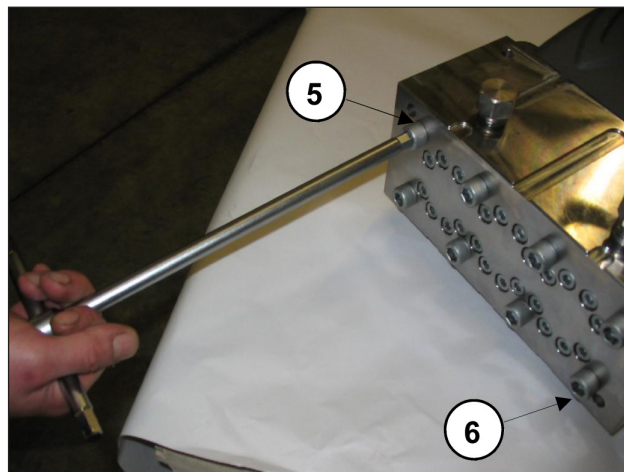
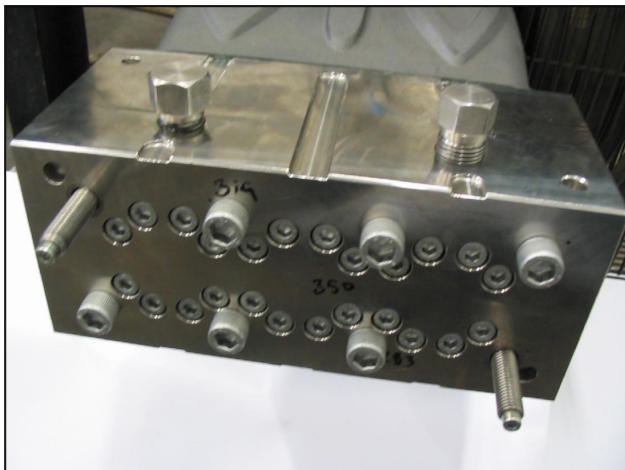

Fig. 17
Fig. 18
- Dévisser les vis de fixation de la culasse M12x260 n° 5 et n° 6 comme le montre la Fig. 17 et les remplacer par deux goujons de service (réf. 27508200) comme le montre la Fig. 18. Enlever les autres vis.